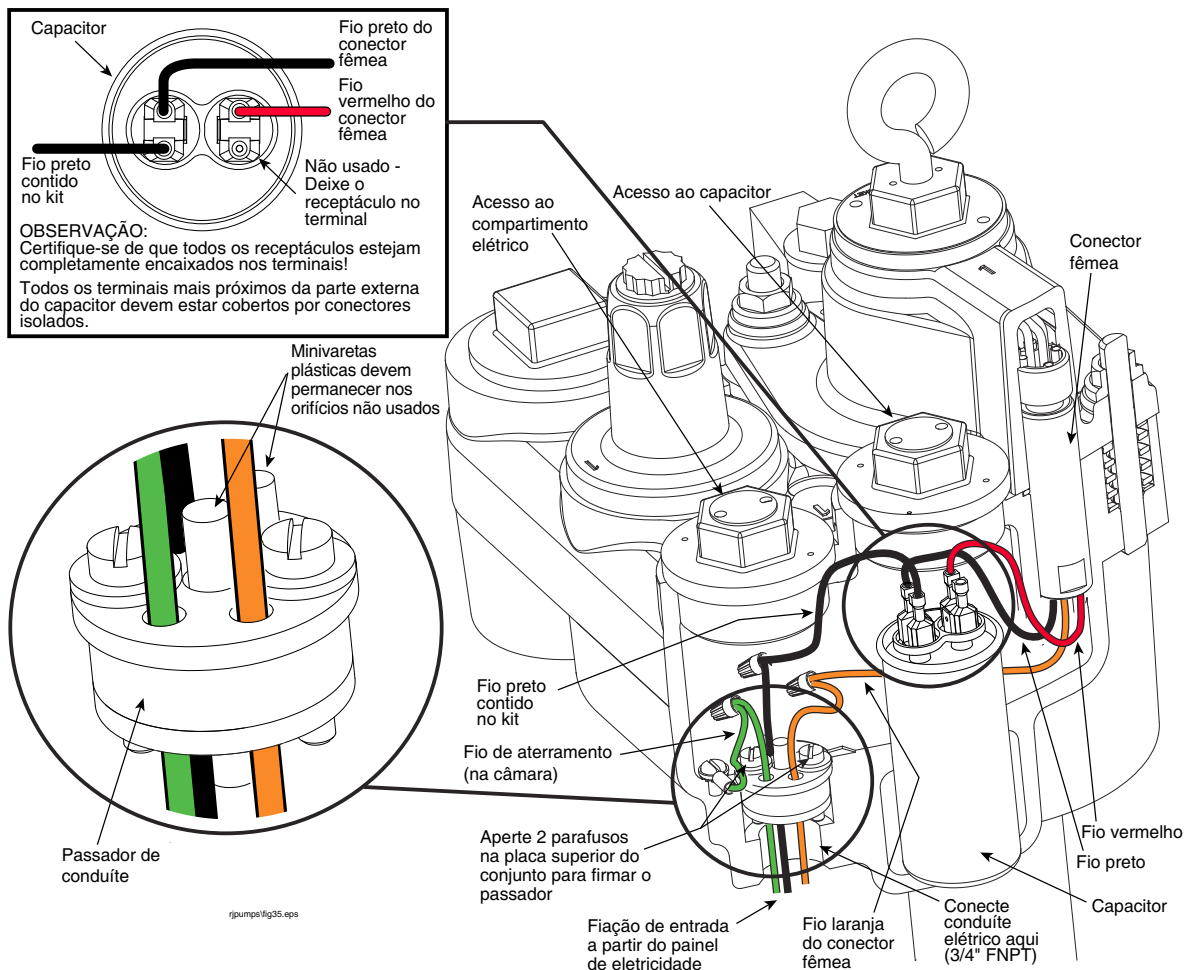
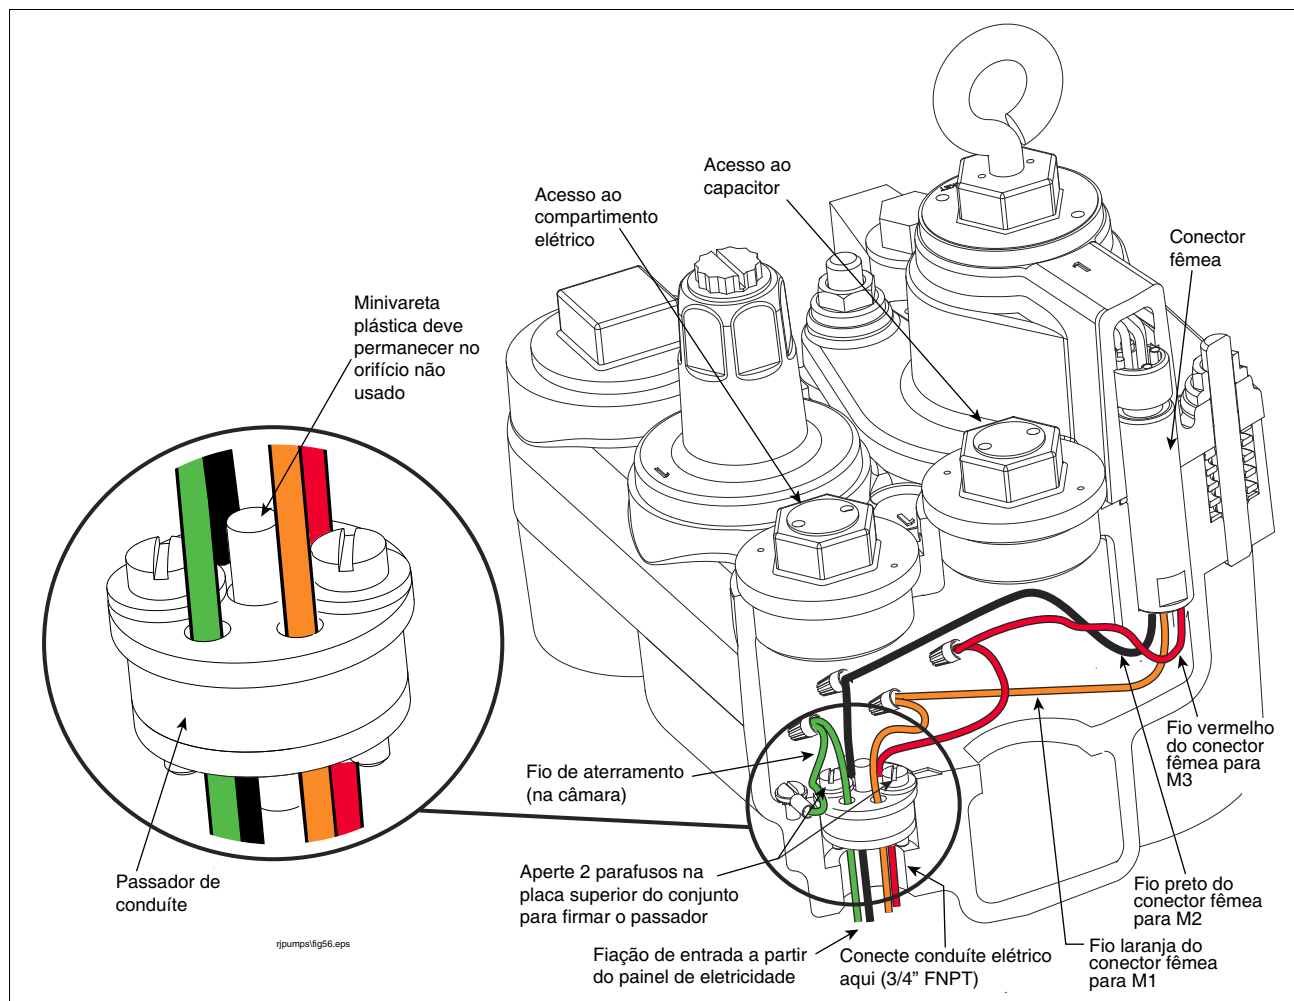

Figura 15. Fiação elétrica passa pelo passador de cabos - Exemplo com fase única em exibição
Figura 23. Fiação elétrica passa pela bucha de compressão - Exemplo com três fases em exibição
1. Conecte os acessórios para conduíte elétrico certificado na entrada de fiação elétrica localizada na base do compartimento elétrico da câmara (ver exemplo com corte longitudinal em Figura 15 para fiação elétrica de fase única ou Figura 23 para fiação elétrica de fase tripla).
2. Afrouxe os dois parafusos na bucha de compressão apenas o suficiente para removê-la de seu soquete abaixo do compartimento elétrico da câmara (ver Figura 15). Continue levantando a bucha até que esteja acessível. Observe que a placa superior do conjunto de passador (com face voltada para a câmara) tem diâmetro maior que a placa inferior e que há dois orifícios abertos e três orifícios com minivaretas de plástico. As minivaretas de plástico vedam o passador e devem permanecer nos orifícios não usados. Por exemplo, ao trazer três fios do painel de eletricidade, use dois orifícios vazios e retire uma das minivaretas de diâmetro menor para passar o terceiro fio. Descarte essa vareta. Passe cada um dos fios de entrada de energia elétrica pelos orifícios vazios no conjunto do passador. Deslize para baixo o conjunto de passador nos fios elétricos até ele se acomode em seu soquete na base do compartimento elétrico da câmara. Depois, aperte os dois parafusos do conjunto do passador para firmar bem e vede a entrada dos fios.
Ver Figura 23 para etapas de 1 a 5.